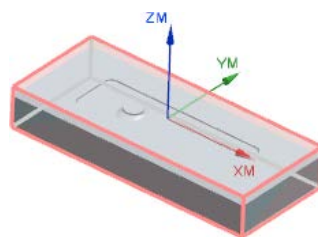

图 7.5 毛坯几何体
Step3. 单击“毛坯几何体”对话框中的 **确定** 按钮，系统返回到“工件”对话框，完成图 7.5 所示毛坯几何体的创建。